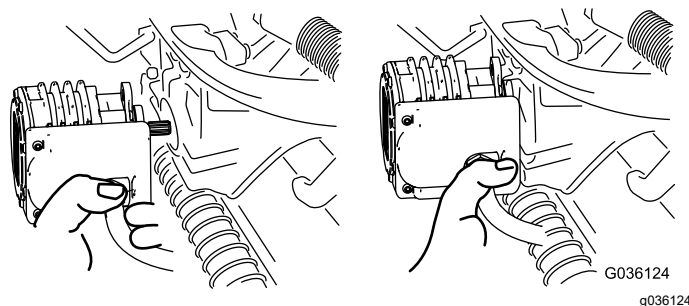

Figure 55
4. Transférez le moteur à la position de rangement sur l'avant du bras de suspension (Figure 55).